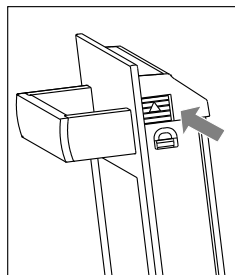

Рис. 1
1. Одновременно нажмите на фиксирующую верхнюю планку с правой и левой стороны (рис. 1).